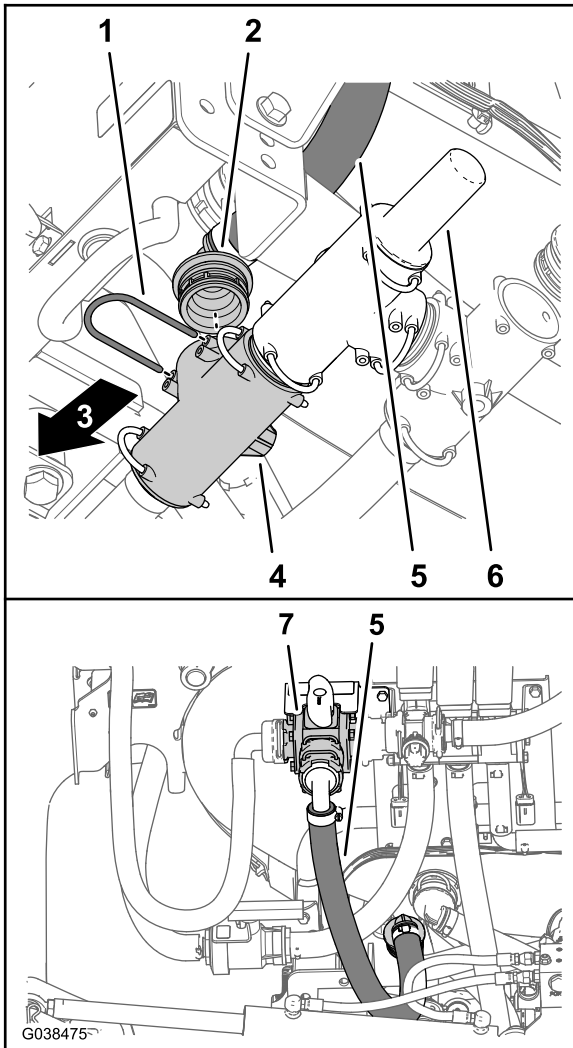

Bild 11
3. Nehmen Sie den Halter ab, mit dem das gezahnte 90°-Anschlussstück des Sprühzulaufschlauchs am T-Anschlussstück befestigt ist, das sich vor dem Druckentlastungsventil befindet (Bild 11).
4. Nehmen Sie das gezahnte 90°-Anschlussstück vom T-Anschlussstück ab (Bild 11).